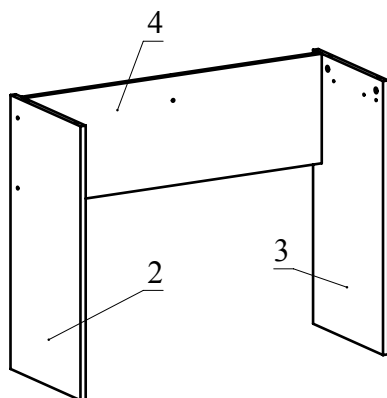

Рис.5
3. Соедините детали 2, 3 с деталью 4 при помощи конфирматов (Рис. 5).